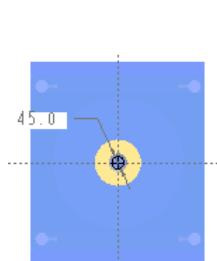

图 30.24 截面草图
Step3. 绘制截面草图。绘制图 30.24 所示的截面草图（一个圆），完成截面的绘制后，单击“草绘”操控板中的“确定”按钮 **✓**。